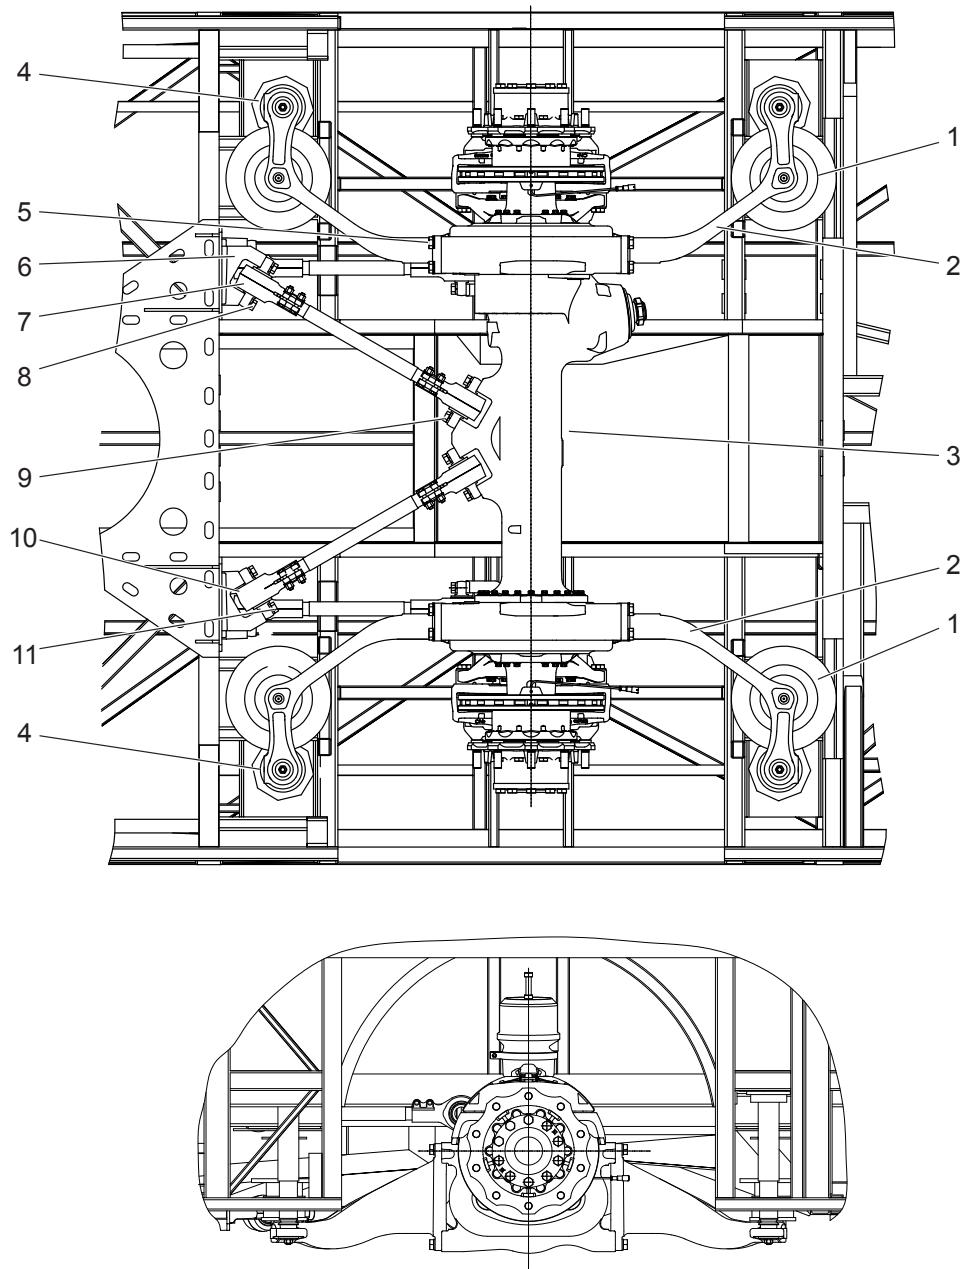
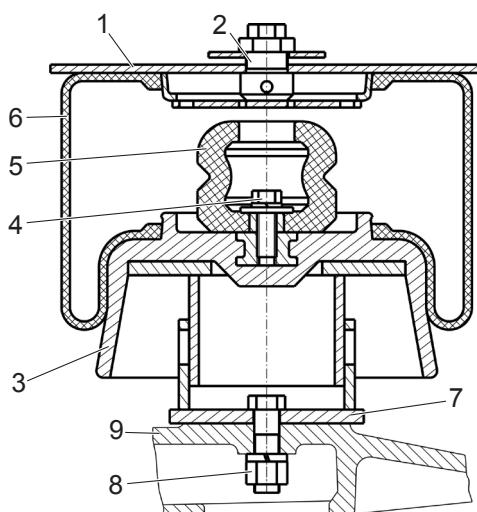

Рисунок 4.5.1 – Задняя подвеска
Рисунок 4.5.3 – Баллон пневматической подвески :
моста 17 (см. рис. 4.5.1) и очистить дренажное отверстие в балке каркаса автобуса (расположено в правой колесной арке под отверстием для трубы вентиляции катера заднего моста).
Задний мост 3 (рис. 4.5.1) шарнирно соединен с кузовом автобуса системой реактивных штанг, состоящей из двух нижних
Передача вертикальной нагрузки от веса автобуса осуществляется через четыре пневмобаллона 1 (рис. 4.5.1). Баллон пневматической подвески состоит из поршня 1 (рис. 4.5.3), фланца 5, буфера 3, резинокордной оболочки 4 и штуцера 6. Резинокордная оболочка 4 своими внутренними посадочными диаметрами одевается на конические поверхности, выполненные на поршне и фланце. Воздух подается в пневматический баллон через штуцер 6, приваренный
Поршни пневмобаллонов устанавливаются на опоры 7, закрепленные на левой и правой балках подвески 9, а фланцы крепятся на опорах пневмобаллонов (рис. 4.5.1), которые приварены к каркасу кузова автобуса.
Для гашения колебаний, возникающих при движении автобуса по неровностям дороги, в подвеске установлены четыре гидравлических амортизатора (рис. 4.5.1) двустороннего действия телескопического типа. Корпус амортизатора закреплен через резиновые подушки на балках подвески 2, а шток амортизатора – на кронштейне каркаса автобуса. Балки подвески жестко закреплены на картере ведущего моста 3.
- крепление головок реактивных штанг к кронштейнам каркаса автобуса и к заднему мосту. Момент затяжки болтов 5, 8 9, 11 (рис. 4.5.1) – 360...440 Н·м;
Установка заднего моста симметрично продольной оси автобуса производится изменением длин нижних реактивных штанг 10 (рис. 4.5.1). Допустимое отклонение от сим-